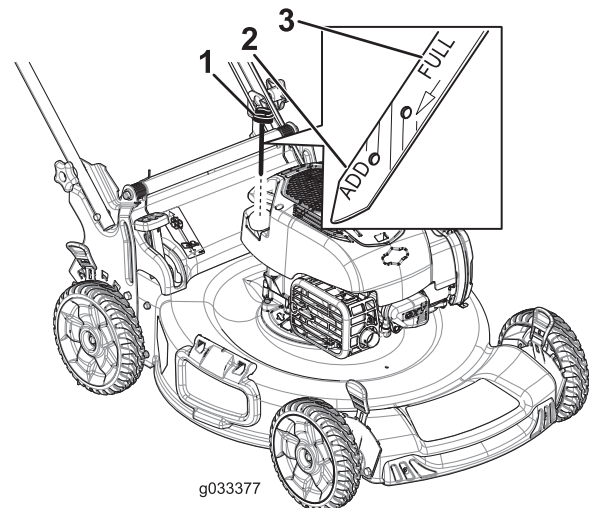

Figure 14
2. Retirez la jauge, essuyez-la sur un chiffon et remettez-la dans le goulot de remplissage (Figure 14).
3. Ressortez la jauge et contrôlez le niveau d'huile (Figure 14). Si le niveau n'atteint pas le repère **minimum** (Add) de la jauge, versez lentement suffisamment